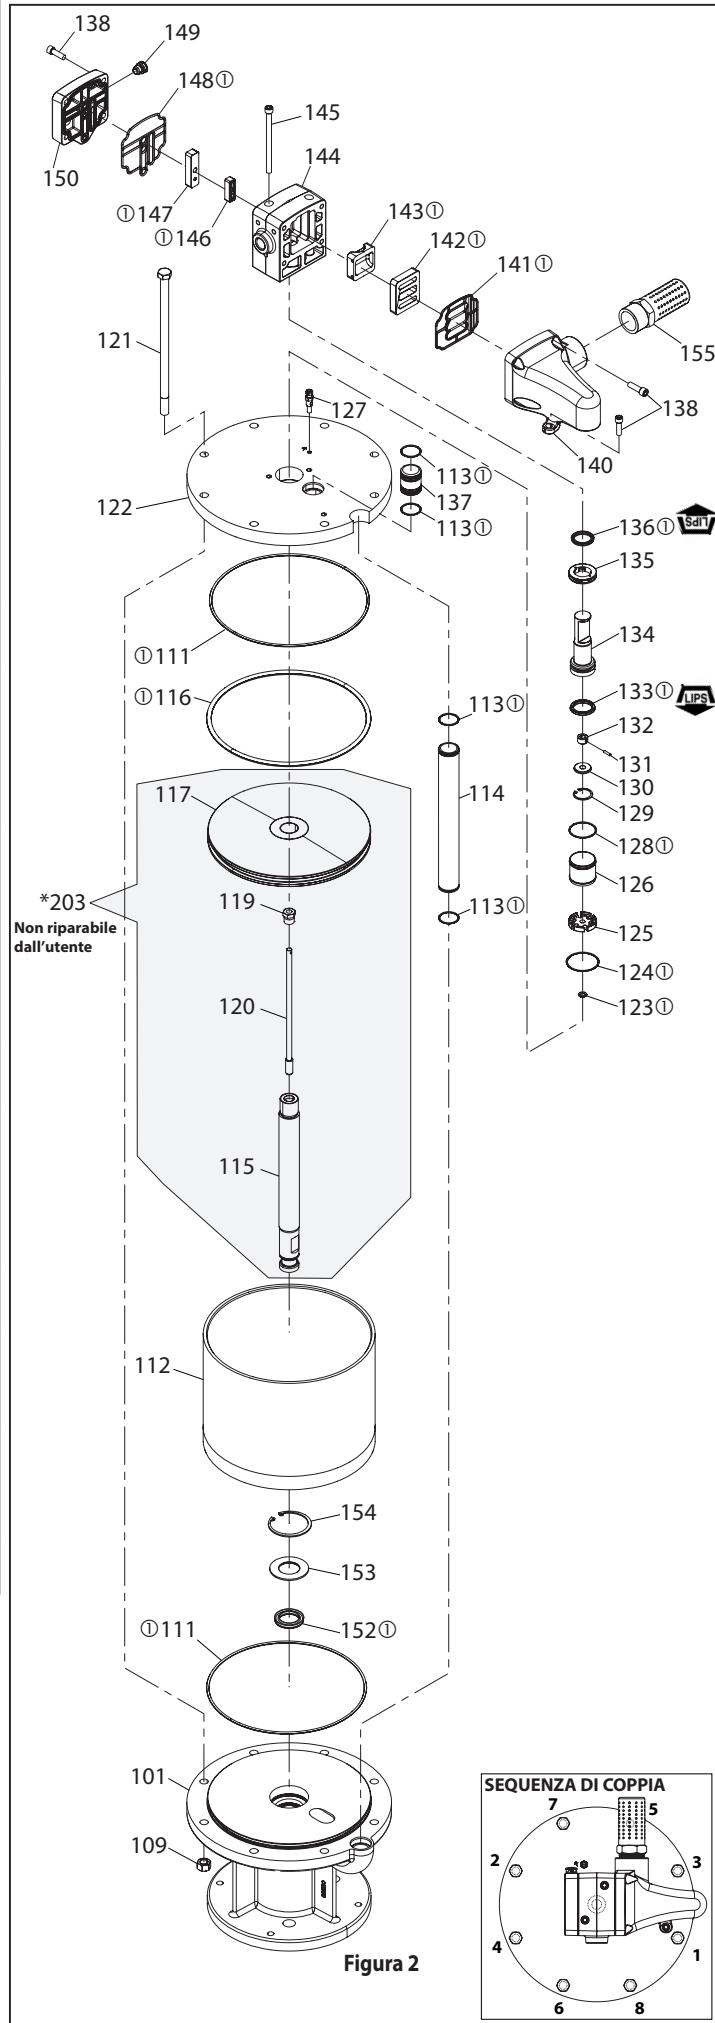

Figura 2
2. Installare l'U-cup (152), la rondella (153) e l'anello elastico (154) nel gruppo della base (101).
3. Installare l'O-ring (111) nella scanalatura presente sul gruppo della base (101).
4. Installare l'O-ring (116) nella scanalatura presente sul pistone (117).
5. Spingere la biella (115) attraverso il gruppo della base (101) facendo attenzione a non danneggiare i bordi dell'U-cup (152).
6. Lubrificare il diametro interno del cilindro pneumatico (112) e farlo scorrere in basso sul gruppo del pistone (203) e fino al gruppo della base del motore pneumatico (101). (vedere la Figura 2 a pagina 14).
7. Allineare la tacca sulla piastra principale (122) con la porta presente sul gruppo della base (101) e premere la piastra principale (122) verso il basso fino a collocarla contro il cilindro pneumatico (112). Il gruppo della barra di scatto (120) deve passare dal centro della piastra principale (122).
8. Montare le 8 viti (121) facendole passare attraverso la piastra principale (122) e il gruppo della base (101).
9. Montare i 8 dadi (109) facendoli passare attraverso le viti a testa esagonale (121) e stringerli in base alla sequenza e al valore di coppia.
10. Allontanare il più possibile il gruppo della barra di scatto (120) dal gruppo del motore pneumatico, far scorrere l'O-ring (123) sul gruppo della barra di scatto (120) e fino al pressacavo presente sulla piastra principale (122).
11. Far scorrere il puntalino (125) sul gruppo della barra di scatto (120) e fino al foro presente sulla piastra principale (122).
12. Far scorrere prima l'anello elastico (129) poi la rondella (130) sul gruppo della barra di scatto (120).
13. Far scorrere l'elemento conduttore (132) sul gruppo della barra di scatto (120). Allineare il foro presente sull'elemento conduttore (132) con il foro presente sul gruppo della barra di scatto (120) e inserire il perno (131).
14. Montare l'U-cup (133) sulla bobina (134). I bordi dell'U-cup (133) devono essere rivolti in basso verso la piastra principale (122).
15. Far scorrere la bobina (134) sul gruppo della barra di scatto (120) sull'elemento conduttore (132), quindi inserire la rondella (130) posteriormente. Servendosi delle pinze dell'anello elastico, posizionare l'anello elastico (129) nella scanalatura interna presente sulla bobina (134). Assicurarsi che l'anello elastico (129) sia innestato fino in fondo nella scanalatura. Spingere la bobina (134) nel foro della piastra principale (122) presente sulla parte superiore del puntalino (125).
16. Lubrificare il diametro interno del manicotto (126), quindi farlo scorrere sulla bobina (134) e fino al puntalino (125). La rastremazione grande presente sul manicotto (126) deve essere posizionata nel puntalino (125).